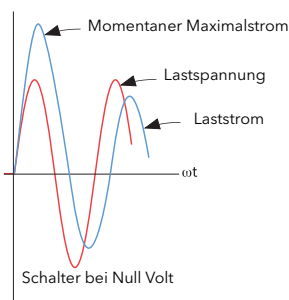

Abbildung 89 Definition bei Zündimpulsverzögerung
- Delayed Trigger (Verzögerte Zündung)** Erscheint nur, wenn Mode = Burst, Soft Start = Aus und Load Type = Transformer. Dieser Parameter bestimmt die Zündimpulsverzögerung im Phasenanschnitt, wenn eine Trafolast angesteuert wird. Wird zur Minimierung des Einschaltstroms verwendet. Der Wert kann zwischen 0 und 90 Grad konfiguriert werden (Abbildung 89).